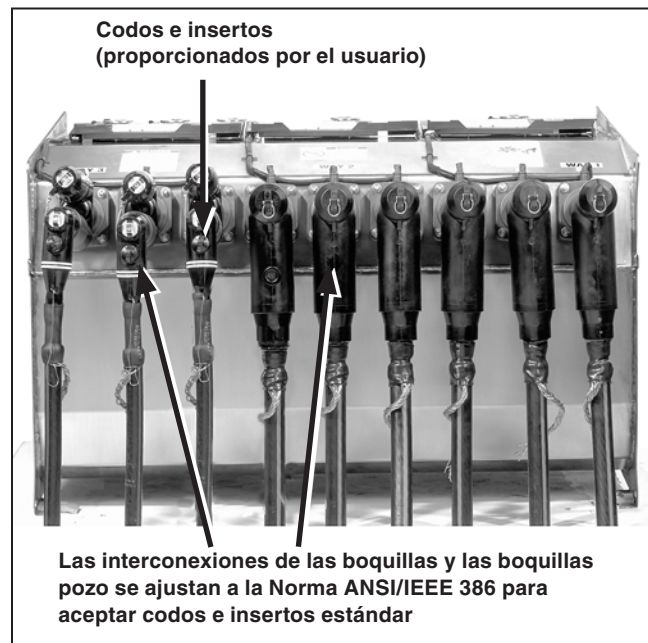

Figura 46. Se ilustra el tanque del interruptor Vista con codo insertos suministrados por el usuario. (Se muestra la unidad manual con fines ilustrativos).
PASO 2. Remate los cables con codos siguiendo las instrucciones del fabricante de los mismos. Ver Figura 46.